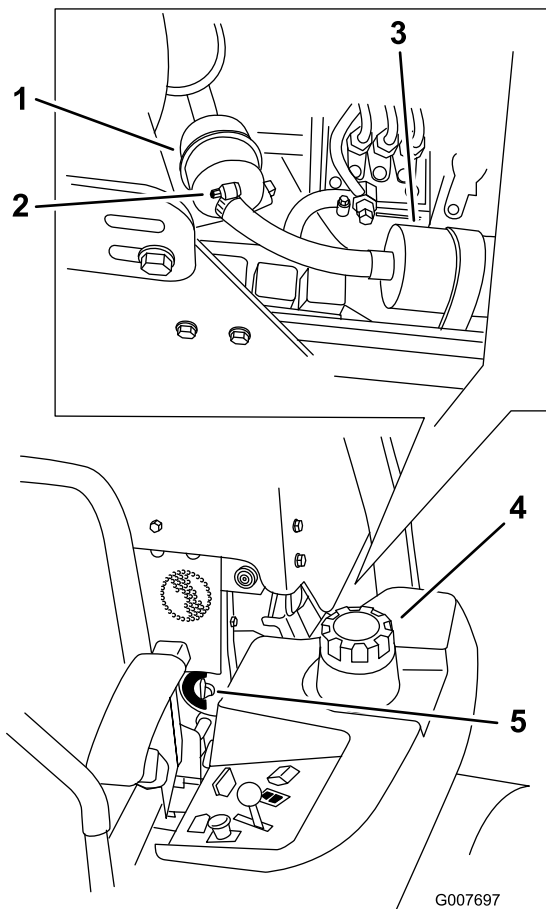

Figura 48
4. Cierre la válvula de cierre de combustible(Figura 48).
5. Afloje las dos abrazaderas y desconecte los tubos de combustible del filtro de combustible (Figura 48).
6. Instale un filtro nuevo. Conecte los tubos de combustible al filtro de combustible y instale las dos abrazaderas (Figura 48).